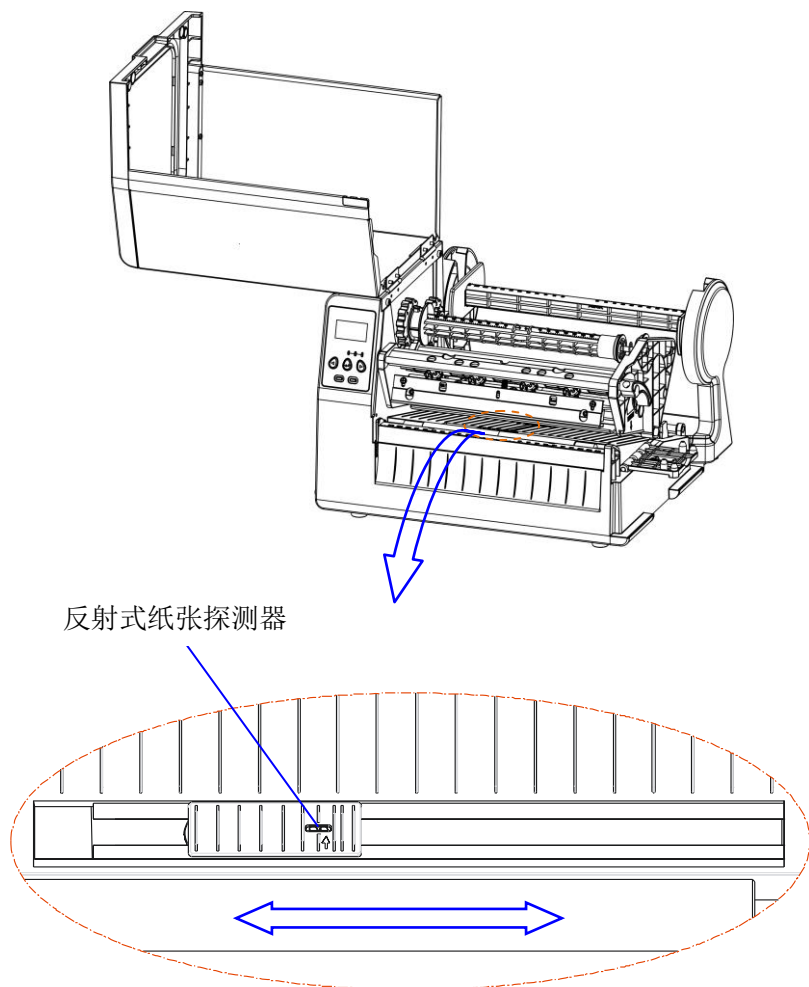

图 10-1
2. 翻开打印头模组，下方即露出反射式纸张探测器盖。（图 10-1）